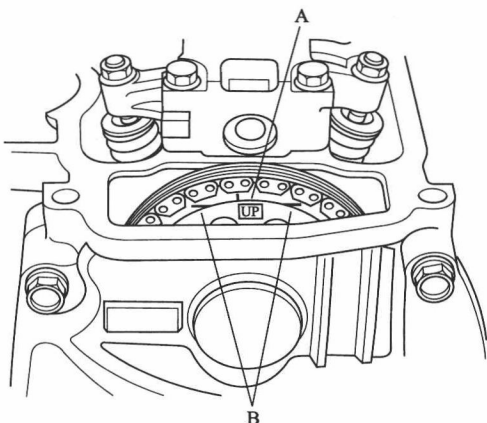
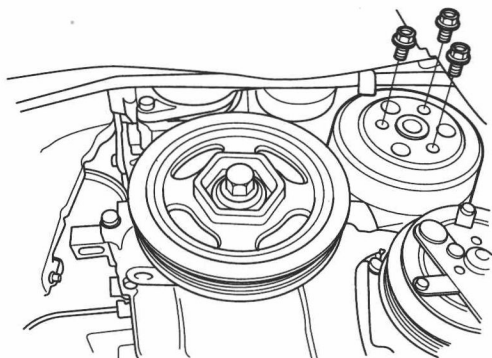

图 1-5 对准标记 (3)
图 1-6 拆下水泵皮带轮
(1) 拆下缸盖罩。
(2) 使 1 号活塞在上止点（TDC）位置。凸轮轴链轮上的“UP”标记（A）应在顶部，并且凸轮轴链轮上的 TDC 凹槽（B）应与汽缸盖的顶部边缘对准，如图 1-5 所示。
(3) 拆下右前轮。
(4) 拆下右侧挡泥板。
(5) 松开水泵皮带轮安装螺栓。
(6) 拆下传动皮带。
(7) 拆下水泵皮带轮，如图 1-6 所示。